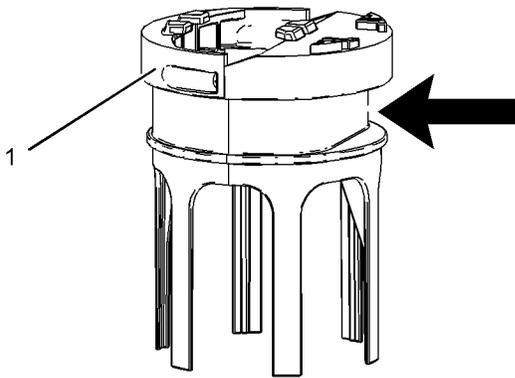

图 82
4. 拉出舌片 (5)，拆下集管盘管底部的吸油滤清器 (4)。用新的吸油滤清器进行更换。
6. 确保带夹如图 82 所示对准滤清器底座的平整部位。将带夹紧固至  $4.5 \pm 0.7 \text{ N}\cdot\text{m}$  ( $40 \pm 6 \text{ lb in}$ ) (1)。拧紧带夹时，确保滤清器没有褶皱。